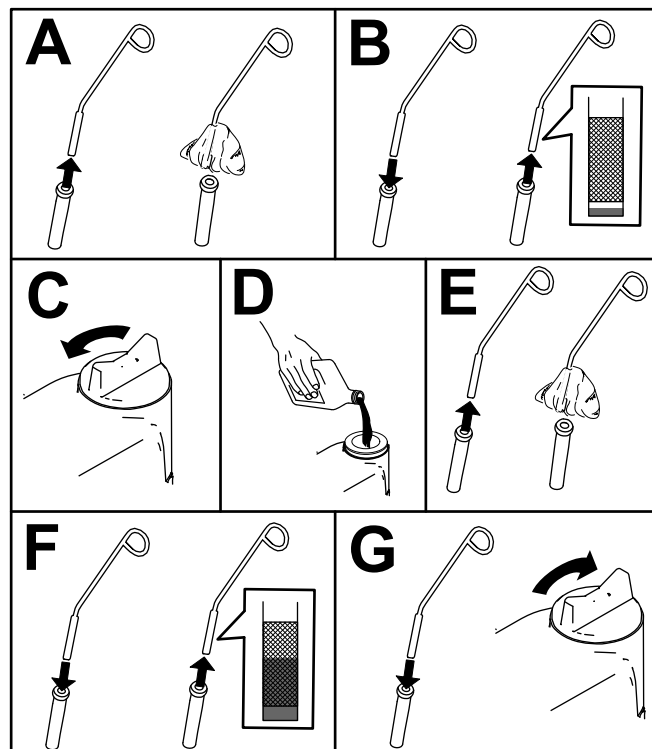

Рисунок 53
6. Проверьте уровень масла и при необходимости долейте его (Рисунок 53).